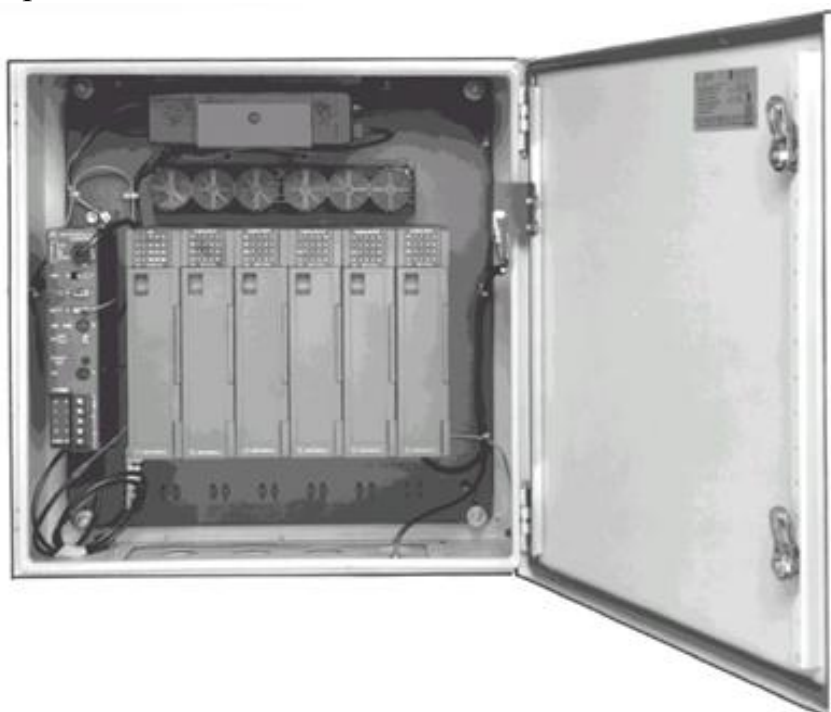

Рис. 2.6.3. Контроллер MOSCAD-RTU в корпусе NEMA.
- **MOSCAD-RTU** (рис. 2.6.3) - мощный контроллер, поддерживающий большое количество вводов/выводов (максимум 83 модуля, т. е. более 1000 вводов/выводов - зависит от набора модулей).